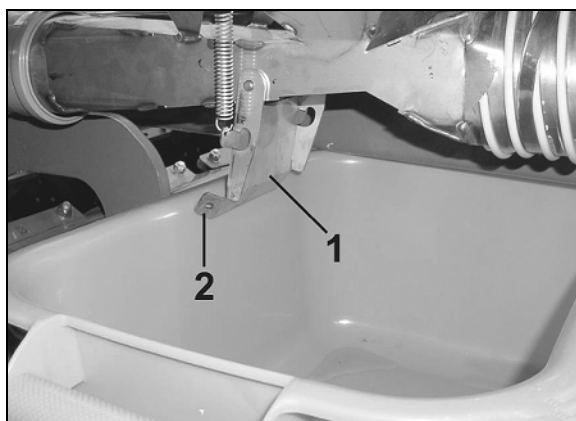

Рис. 78
8. Откройте клапан загрузочной воронки (Рис. 78/1).
Опасность защемления при открытии и закрытии клапана загрузочной воронки (Рис. 78/1)! Беритесь только за накладку (Рис. 78/2) пружинного клапана загрузочной воронки, иначе имеется опасность травмирования при захлопывании клапана (Рис. 78/1).
Никогда не проникайте руками в зону между клапаном загрузочной воронки (Рис. 78/1) и загрузочной воронкой!
10. Закройте клапан загрузочной воронки (Рис. 78/1) с особой осторожностью (опасность защемления!).
12. Откройте клапан загрузочной воронки (Рис. 78/1).